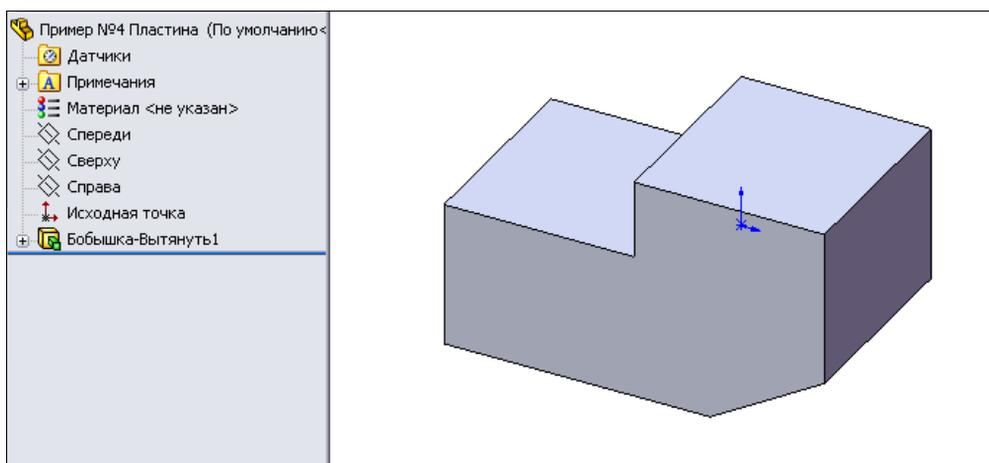

Рис. 4.58
2. Построим деталь в виде призмы. Для этого активизируем кнопку  — **Вытянутая бобышка/основание** и вытянем эскиз на 80 мм (рис. 4.58).